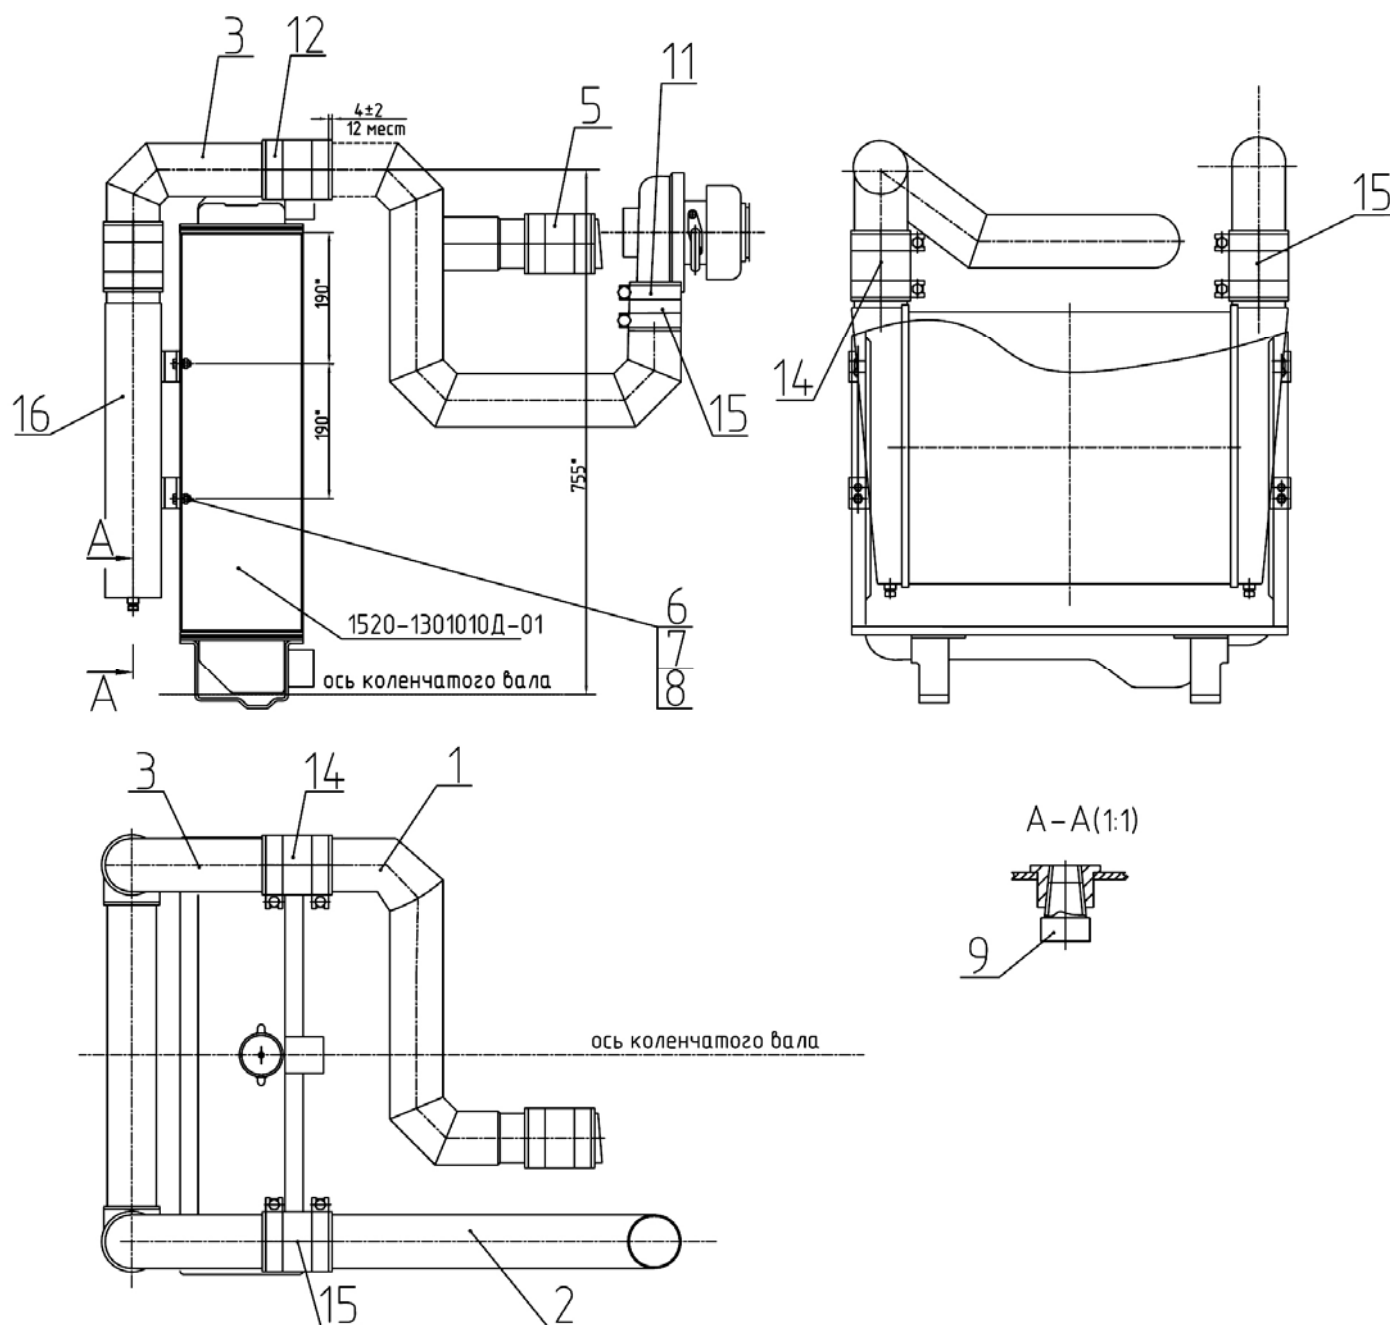

Рисунок 3.12
- а) отпустите хомуты 12 (рисунок 3.12), и сдвиньте термостойкие силиконовые патрубки 5, 14, 15 с воздухопроводов 1, 2, 3 и охладителя наддувочного воздуха 16;